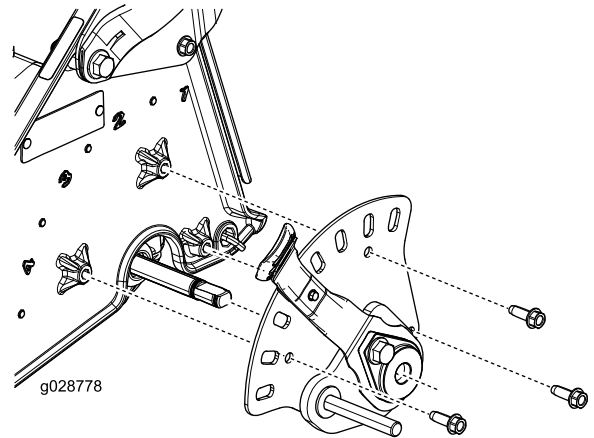

Figure 6
9. Reposez le bloc de réglage de hauteur de coupe sur la machine au moyen des 3 boulons (1/4 x 3/4 po), comme montré à la Figure 6.